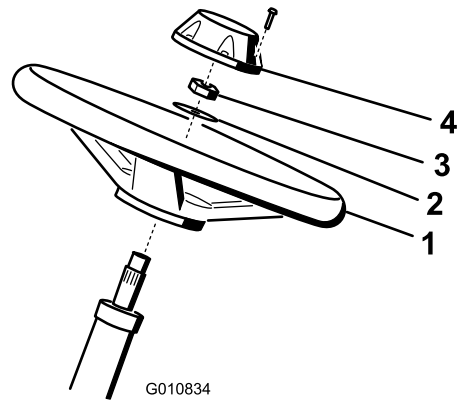

图5
- 将方向盘滑入转向轴（图5）。
- 将垫圈滑入转向轴（图5）。
- 使用锁紧螺母将方向盘固定到转向轴上，上紧扭矩至 27~35N·m（图5）。
- 将中心盖安装到方向盘上，并用 6 个螺栓固定（图5）。